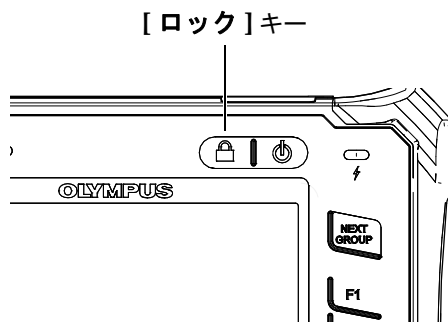

図 2-8 調整ノブ構成-[ロック]キー
- [ロック] キー（ノブ構成のみ）では、ノブが偶然動いたためにパラメータが不必要に変更されることを防止するために、すべてのパラメータの調整が自動的にロックされます（39 ページ図 2-8 参照）。